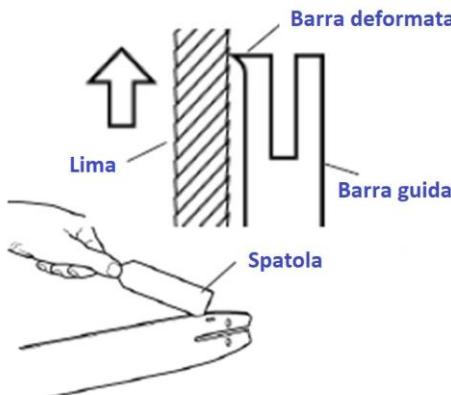

Fig. 12a
- Rimuovere la barra di guida (12) dalla motosega, pulire eventuali detriti o polvere dalla superficie e dalla scanalatura.
- Rimuovere eventuali bave dai lati della barra di guida con una lima piatta e pulire la scanalatura con una spatola, vedere Fig. 12a.